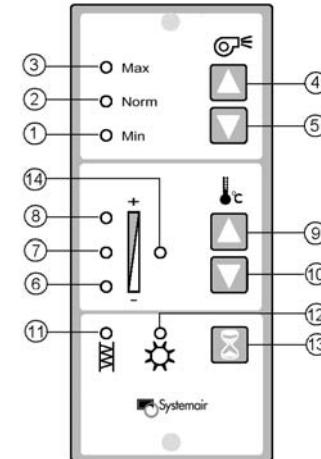

Fig. 11
4. Ønsket driftstid mellom filterbytte velges (fig. 11). Fra fabrikk er driftstiden mellom filterbytte satt til 9 mnd. Ved normal kvalitet på uteluften vil 9 mnd. driftstid mellom filterbytte være passende. Dersom uteluften er forurenset av veitrafikk, industri, utslipp fra fyringsanlegg etc. anbefales driftstiden mellom filterbytte satt til 6 mnd. Selv om uteluftkvaliteten er meget god, og tilluftfilteret ikke er tett, anbefales ikke lengre driftstid mellom filterbytte enn 12 mnd. (Lukt fra organisk forurensing i filteret vil kunne redusere kvaliteten på inneluften). For å øke eller redusere driftstiden mellom filterbytte trykkes samtidig på bryterne (13) og (9) eller (13) og (10). Valgt innstilling bekreftes ved kortvarig blinkende lys i lampe (14) og lys i:
- lampe (6) ved 6 mnd. driftstid mellom filterbytte
- lampe (7) ved 9 mnd. driftstid mellom filterbytte
- lampe (8) ved 12 mnd. driftstid mellom filterbytte
4. Önskad bytesintervall för filterbyten väljs (fig. 11). Fabriksinställningen är satt till 9 månader. Vid normal kvalitet på uteluften, är 9 månader mellan filterbyten en passande intervall. Där uteluften är förorenad av avgaser, industrier, utsläpp från förbränningssanläggningar mm, rekommenderar vi att intervallet för filterbytet ställs in på 6 månader. Oavsett om uteluftskvalitén är mycket god, och uteluftsfiltret ej är igensatt, rekommenderar vi ej längre bytesintervall än 12 månader. (Lukt från organiska föroreningar i filtren kan reducera kvalitén på tilluften). För att öka eller minska intervallet mellan filterbyten, trycks samtidigt knapparna (13) och (9) eller (13) och (10) in. Vald inställning bekräftas genom kortvarig blinkning i lampa (14), samtidigt som det lyser i:
- Lampa (6) vid 6 månaders intervall.
- Lampa (7) vid 9 månaders intervall.
- Lampa (8) vid 12 månaders intervall.